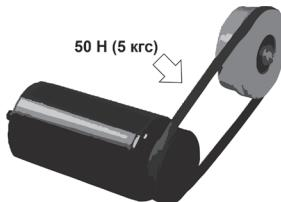

Рисунок 10. Схема перевірки пасків приводу.
6.10.1 Перевірка сили натягу пасків приводу віброгенератора (рис. 10).